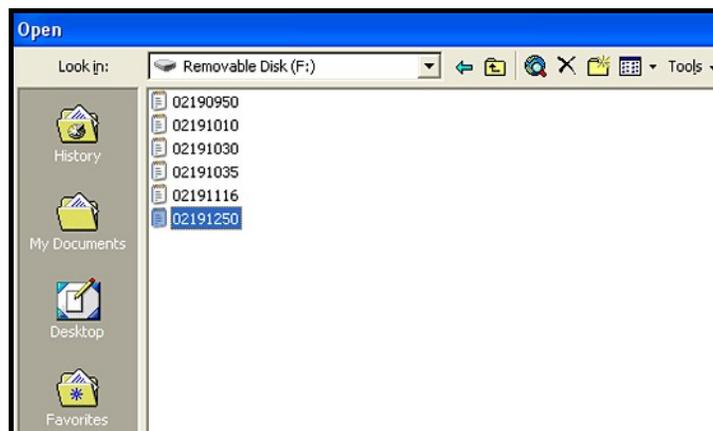

Figura 58: Selección del archivo de registro para abrir
- Haga clic en el nombre del archivo de registro deseado (vea la *Figura 58* a continuación).